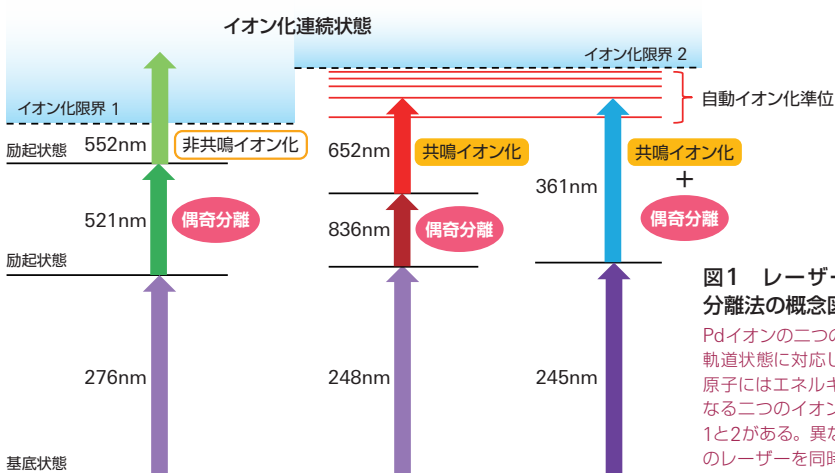

図1 レーザー偶奇分離法の概念図
「従来法では、原子のイオン化が起きる一定以上の高エネルギー状態 (イオン化連続状態) に電子を励起することだけを考えて、原子の光吸収のしやすさを考慮していない波長のレーザーを照射してイオン化していました (非共鳴イオン化)。それが、イオン化効率が低い原因でした」 (図1-①)
小林研究員たちはまず、効率的にイオン化が起きる特定のエネルギー状態 (自動イオン化準位) を実験で探し出した。「自動イオン化準位に共鳴励起できる波長のレーザーを照射する共鳴イオン化により、イオン化効率を格段に向上させることに成功しました」 (図1-②)
小林研究員たちは、さらに2種類の波長のレーザー光で効率よく励起できる波長の組み合わせを見つけて、従来法の10万倍の効率でPd奇数同位体だけをイオン化することに成功した (図1-③)。使用するレーザーの台数が減ることは、処理コスト削減にも大きく貢献するだろう。
「レーザー発振技術の発展にも大きく期待しています」と小林研究員は語る。偶奇分離に用いるレーザーはパルス光として繰り返し発振される。現在、Pd偶奇分離には、毎秒10パルス（10Hz）で波長が245nmと361nmの紫外線レーザーを照射している（図1-③）。「波長が長いレーザーに比べて、波長の短い紫外線レーザーの出力は低いという現状もあります。出力が高く、発振回数がkHz級の紫外線レーザーが開発されれば、偶奇分離の処理能率をさらに大きく向上できるはずです」と小林研究員。